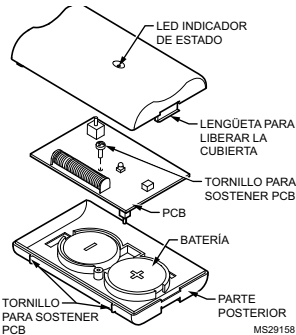
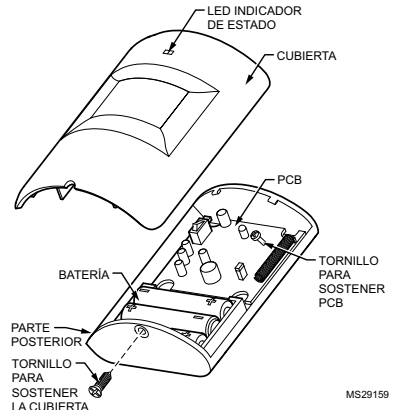

Fig. 12. Reemplazo de la batería del sensor de puerta
Fig. 13. Reemplazo de la batería del sensor de ocupación de PIR
- Inserte las tres baterías AAA proporcionadas para encender el sensor de PIR. Consulte la Fig. 13 para conocer la orientación correcta de la batería.
Para el correcto reemplazo de la batería, observe las orientaciones de polaridad de la batería en la Fig. 12 y en la Fig. 13.